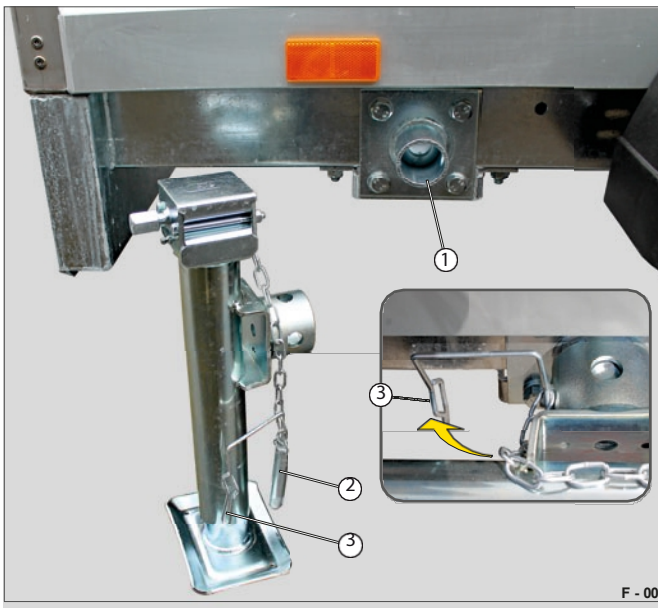

Fig. 8 Flytting av teleskopisk veivstøtte
- Løsne braketten (fig. 8/3) fra hylsebolten (fig. 8/2).
- Trekk støtten ut av braketten (fig. 8/1) eller sving støtten i vannrett stilling.